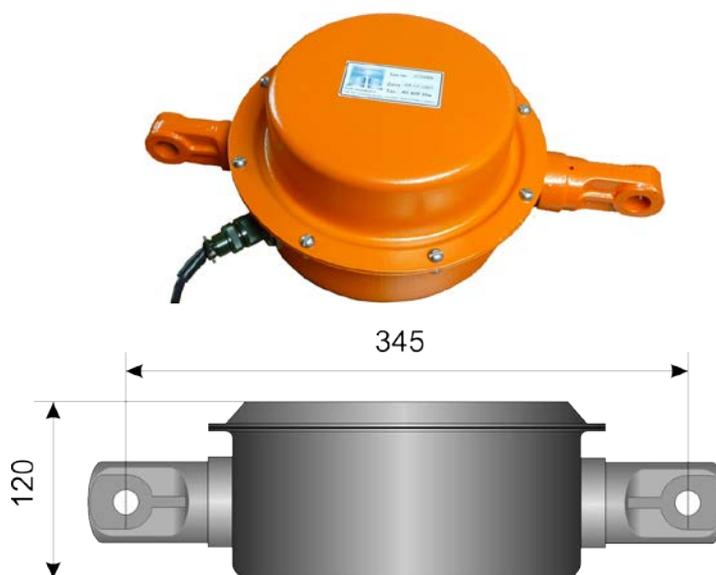

Рис. 5
6.5. Датчик усилия, Рис.5, представляет собой S-образный тензометрический преобразователь класса точности 0,03% смонтированный вместе с предусилителем в стандартном или оригинальном корпусе с сохранением посадочных размеров для удобства монтажа. Преобразует суммарный грузовой момент от массы поднимаемого груза и собственной массы стрелы в электрический сигнал.